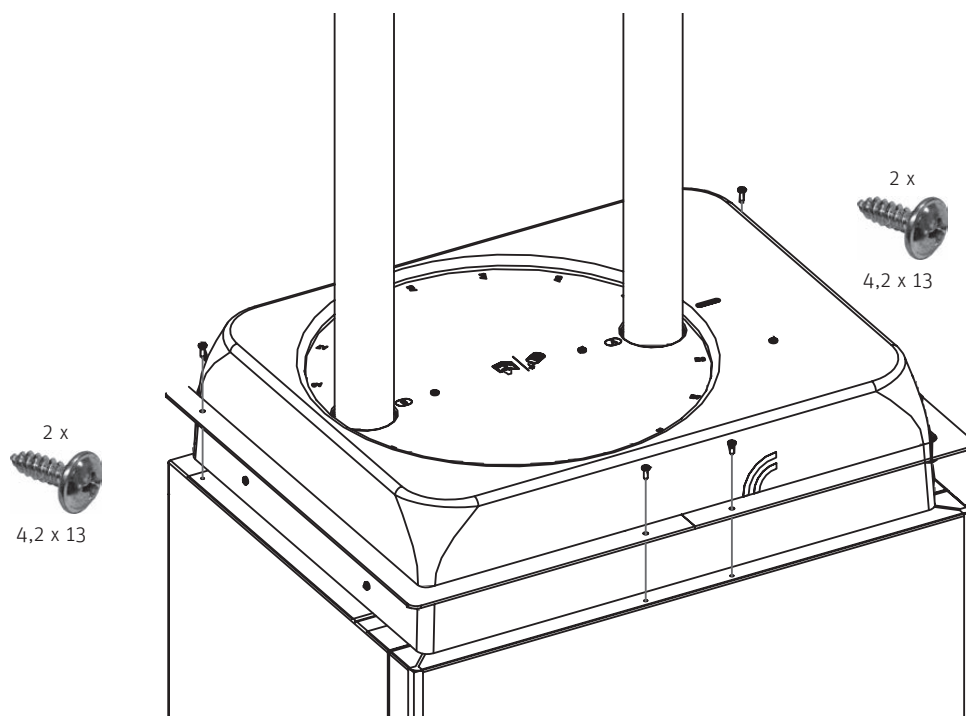

Fig. 34 Montaggio delle strisce di copertura.
- ▶ Montare i giunti con 2 viti autofilettanti 4,2 x 13 – Fig. 34.